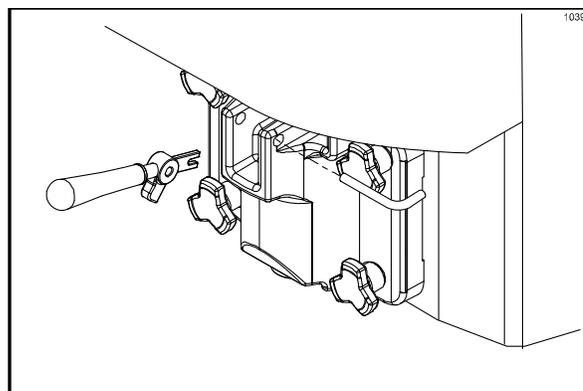

图 140
15. 安装出料把手。将出料把手的叉片插入出料阀上的插槽内，用固定插锁将其固定。（见图 140。）